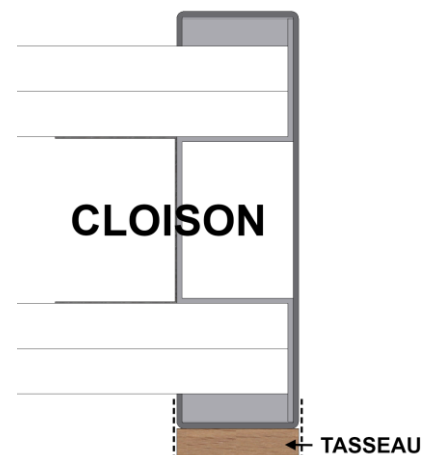

Figure 3
- **Tasseau sur parement** : Retirer le film adhésif du double-face et positionner le tasseau d'habillage de manière à ce qu'il soit affleurant aux bords de l'huissérie (voir **figure 3** p9).
- **Tasseau sur parement** : Retirer le film adhésif du double-face et positionner le tasseau d'habillage sur le parement de la traverse de manière à ce qu'il soit affleurant aux bords de l'huissierie en l'insérant entre les deux autres tasseaux déjà en place sur les montants (voir **figure 3** p9).